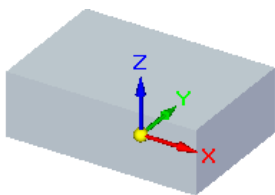
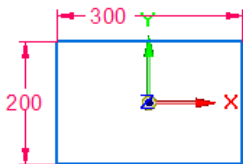

图 8.6.2 拉伸特征 1
图 8.6.3 截面草图
(2) 定义钣金参数。在“Solid Edge 材料表”对话框中单击  选项卡，在  文本框中输入值 4，在  文本框中输入值 4，其他选项采用系统默认设置；单击  按钮，完成设置。
Step4. 创建图 8.6.2 所示的拉伸特征 1。
(1) 选择命令。单击“主页”功能选项卡“实体”区域中的“拉伸”按钮 。
(2) 定义特征的截面草图。
① 选取草图平面。在系统  的提示下，选取俯视图（XY）平面作为草图平面。
② 绘制图 8.6.3 所示的截面草图。
③ 单击“主页”操控板中的“关闭草图”按钮，退出草图绘制环境。
(3) 定义拉伸属性。在命令条单击按钮定义拉伸深度，在“距离”文本框中输入值 100，并按 Enter 键，定义拉伸方向为 Z 轴正方向，单击鼠标左键。
(4) 单击按钮，完成特征的创建。